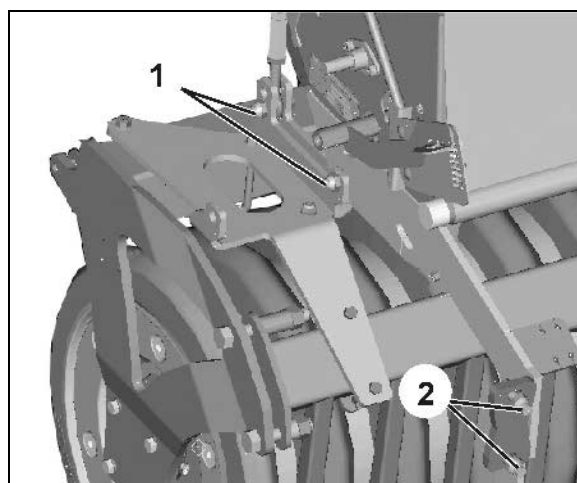

Fig. 26
- 5.1 Venstre side: Monter 2 skruforbindelser (Fig. 26/1).
(Fig. 26/2): Festepunkt for harv.